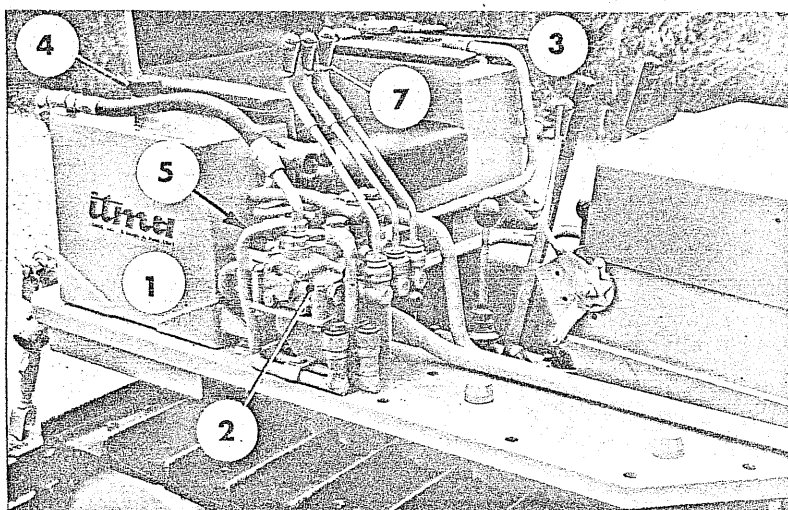

Fig. 6
- un serbatoio dell'olio (1 fig. 6) di grande capacità -
- un filtro dell'olio (3 fig. 6) allo scarico -
- un distributore idraulico (2 fig. 6) a tre elementi con valvola di massima pressione tarata a 140 atm. -
- Azionando la leva n° 7 (fig. 6) del distributore si comandano i bracci del sollevatore idraulico. Le quattro posizioni della leva consentono:
- 4-Il livello dell'olio nel serbatoio dell'impianto idraulico deve risultare compreso fra le due tacche dell'asta (4 fig. 6).
8.5 -SOLLEVATORE IDRAULICO (FIG. 6 e 11)
Controllare il livello dell'olio ogni 150 ore di lavoro con l'apposito tappo munito di asta livello (4 fig.6) ed eventualmente aggiungere olio.
Ogni 30 ORE DI LAVORO smontare il filtro dell'olio (3 fig. 6), lavandolo con petrolio pulito e soffiandolo con aria compressa in modo da rimuovere sia le impurità, sia ogni traccia di petrolio di lavaggio.